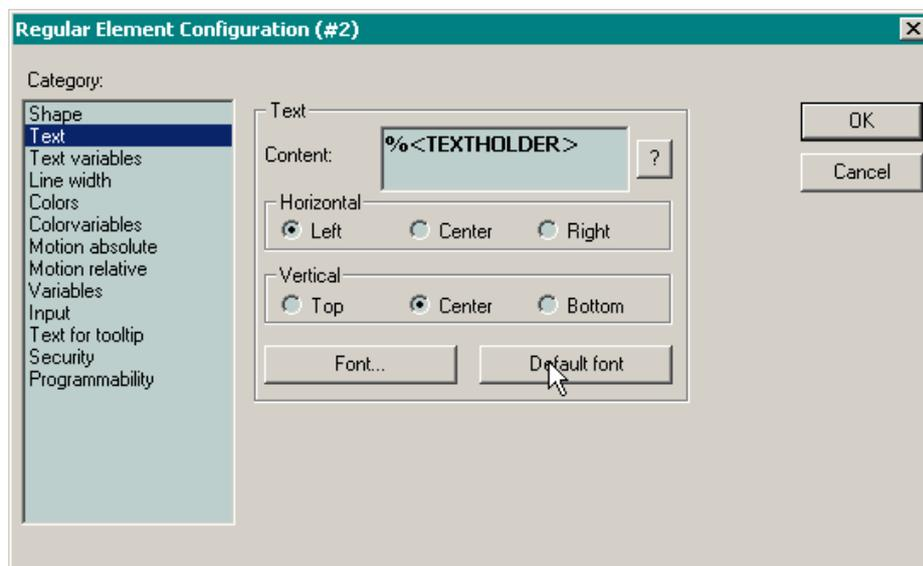

Рис. 72. Ввод префикса текстового ресурса, доступного в подключенном файле динамического текста
5. Используя синтаксис динамического текста, введите в поле **Content** имя префикса текстового ресурса, как показано на рис. 72.